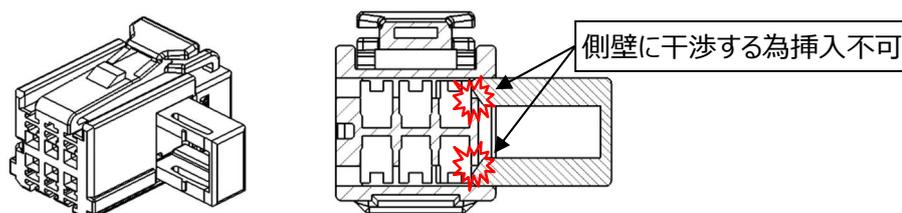

図 35.リテーナ逆挿入状態
⑤ 図 35 に示すように、正規の向き以外では、リテーナはメスハウジングに挿入できません。